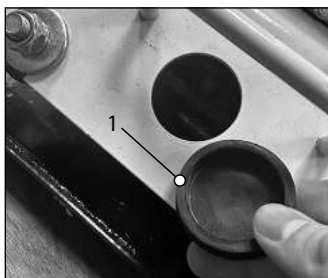

Рис. 21
1. Снимите резиновую заглушку 1 в передней части виброплиты (рис. 21).